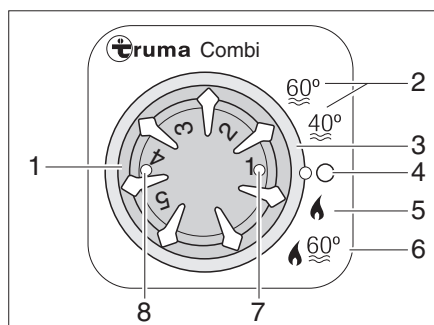

Fig. 167 Unité de commande pour chauffage/chauffe-eau
- Régler le mode de fonctionnement avec l'interrupteur rotatif (Fig. 167,3).
Le chauffage règle le degré d'allumage automatiquement en fonction du niveau de chauffage réglé. En mode de fonctionnement "Chauffage et chauffe-eau" (Fig. 167,6), l'eau du chauffe-eau est également chauffée. Le chauffage peut être exploité avec un chauffe-eau vide dans le mode de fonctionnement "Chauffage sans chauffe-eau" (Fig. 167,5).
- Régler le bouton tournant de température (Fig. 167,1) de l'unité de commande sur le niveau de chauffage désiré.
- Régler l'interrupteur rotatif (Fig. 167,3) sur régime hiver "Chauffage sans chauffe-eau" (Fig. 167,5) ou sur régime hiver "Chauffage et chauffe-eau" (Fig. 167,6).
Le voyant de contrôle vert (Fig. 167,7) s'allume.
- Régler l'interrupteur tournant (Fig. 167,3) sur "O" (Fig. 167,4).